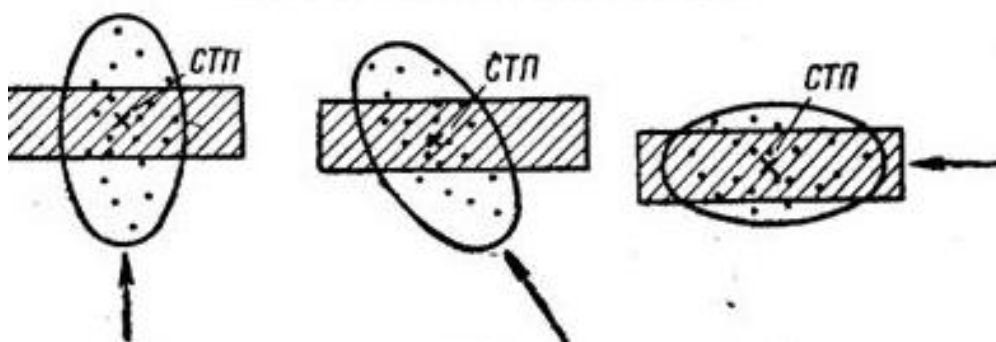

Рис.14. Зависимость вероятности попадания от направления стрельбы.
- от направления стрельбы (рис. 14); если цель имеет большое протяжение по фронту и малое в глубину, то наибольшая вероятность попадания при стрельбе во фланг цели; если же цель глубокая, то наибольшая вероятность попадания при фронтальном обстреле цели.